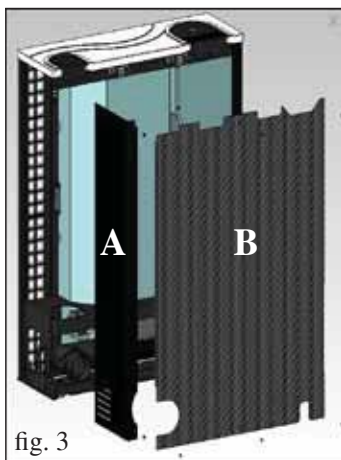

fig. 3
- Démontez le côté métallique droit en enlevant 2 vis (A - fig. 3).
- Démontez le panneau arrière en enlevant 6 vis (B - fig. 3).